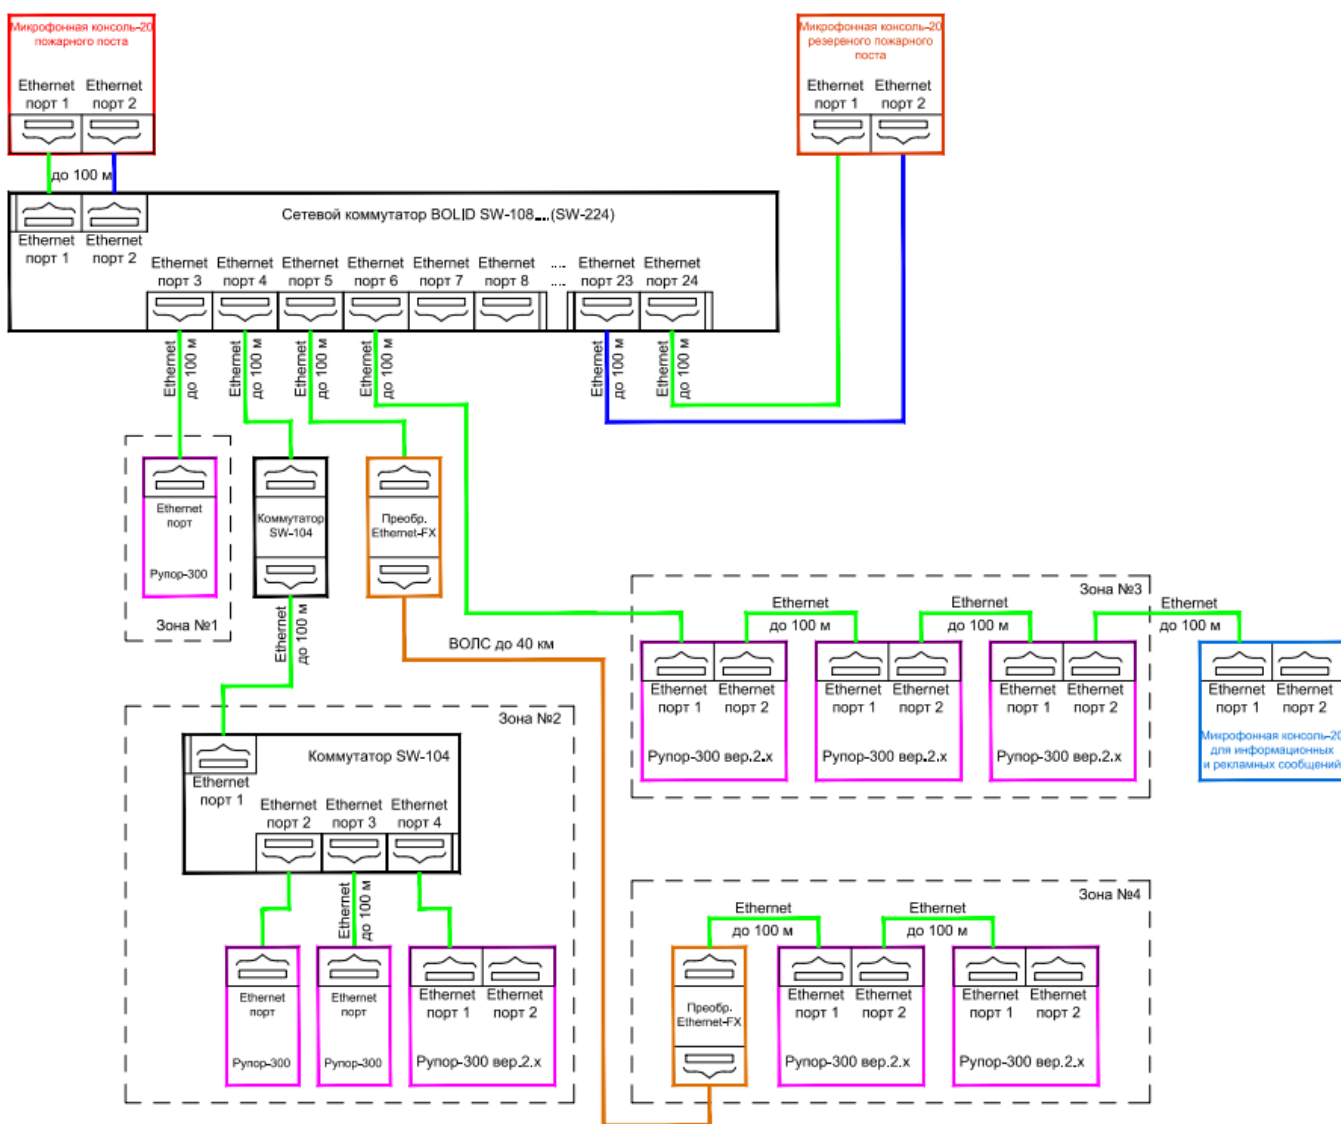
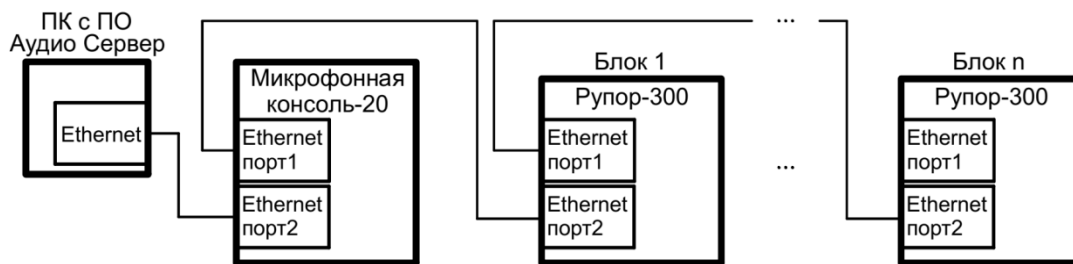

Рисунок 2.2.7. Схема подключения интерфейсов Ethernet с функцией резервирования.
Рисунок 2.2.8. Схема подключения интерфейсов Ethernet без функции резервирования.
5) К разъему Ethernet подключить кабель Ethernet (для связи с блоками речевого оповещения «Рупор-300» и использования ПО «Аудио сервер»). Вторым разъем Ethernet используется для резервирования канала передачи и дублирует функции первого. Вариант такого подключения приведен далее (Рисунок 2.2.7). Если резервирование не требуется, второй интерфейс допускается не использовать. При этом возможно построение локальной сети без использования дополнительного сетевого оборудования (Рисунок 2.2.8).
Здесь настраивается режим резервирования канала передачи по локальной вычислительной сети Ethernet (ЛВС), позволяющий увеличить отказоустойчивость соединения. При использовании резервирования консоль и блоки «Рупор-300» должны подключаться соответствующим образом (Рисунок 2.2.7).
Допускается соединение консоли и нескольких блоков «Рупор-300» без использования дополнительного сетевого оборудования по схеме (Рисунок 2.2.7). В этом случае функция резервирования должна быть отключена.